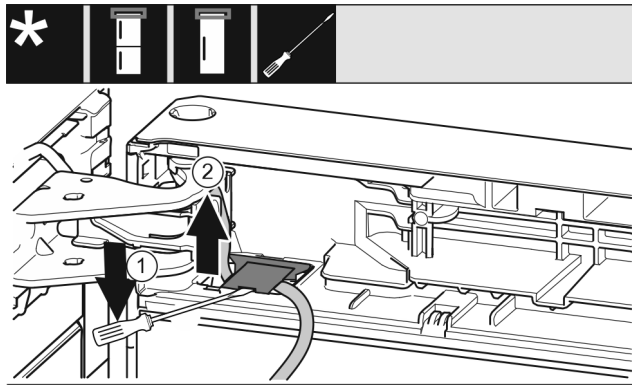

Fig. 19
- ▶ Soulever et retirer le cache à l'aide du tournevis plat. *Fig. 19 (1)*
- ▶ Retirer le câble. *Fig. 19 (2)*